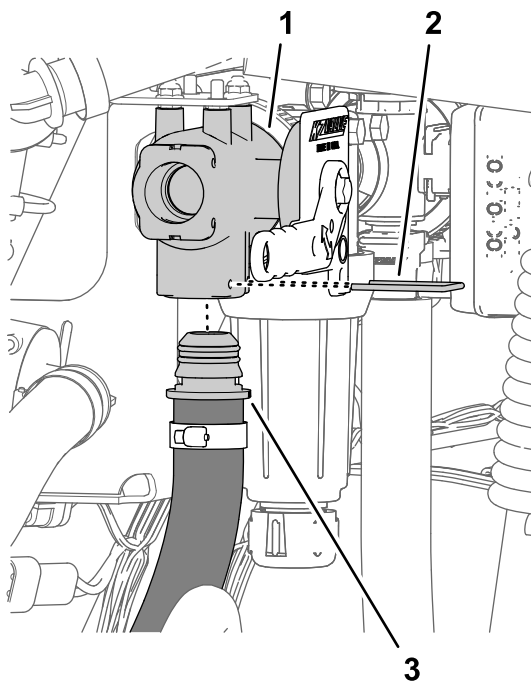

図 11
3. 圧力側ホースアセンブリのバープ付きストレートフィッティングを、エダクタバルブの底部ポートに整列させて、ストレートフィッティングをバルブの奥まで完全に入れる 図 11。